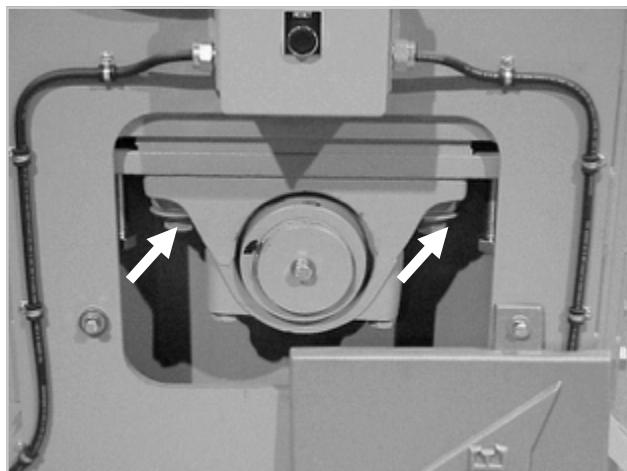

Figura 69
- Paso 2. Quite el protector del cojinete y afloje los pernos del cojinete (figura 69).
- Paso 5. Afloje las contratuerzas y apriete los pernos en el cojinete (figura 69).